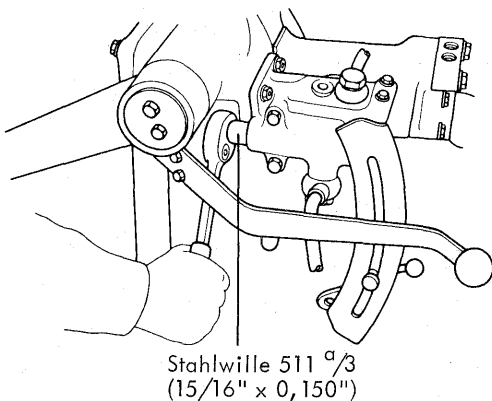

Fig. 44.
3. Løsn ventilens fjederholder ved hjælp af en skraldenøgle med skruetrækkerindsats - se fig. 44.